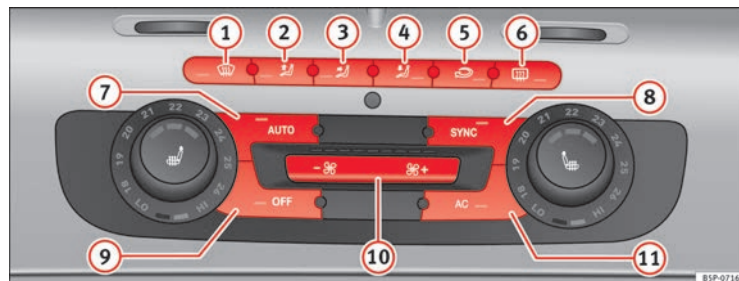

Fig. 128 Mandos del 2C-Climatronic en el tablero de instrumentos
- Gire las rulinas de regulación de temperatura ⇒ fig. 128 para ajustar la temperatura del lado izquierdo y derecho respectivamente.
- Pulse la tecla **AUTO** ⇒ fig. 128. Aparece “AUTO High” en el display de la radio (velocidad de turbina alta).
- Pulse de nuevo la tecla **AUTO** ⇒ fig. 128. Aparece “AUTO Low” en el display de la radio (velocidad de turbina baja).